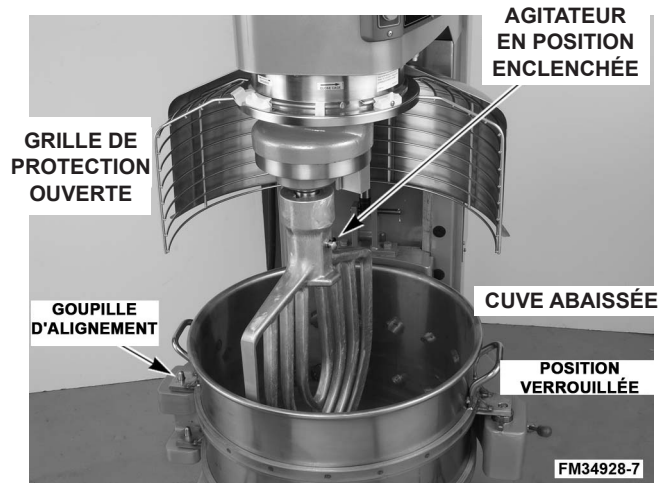

Fig. 5
3. Faites pivoter la cuve en position verrouillée sur le support de la cuve (Fig. 5).
3. Faites glisser l'agitateur sur l'arbre de l'agitateur jusqu'à ce qu'il s'arrête et se bloque (Fig. 5).